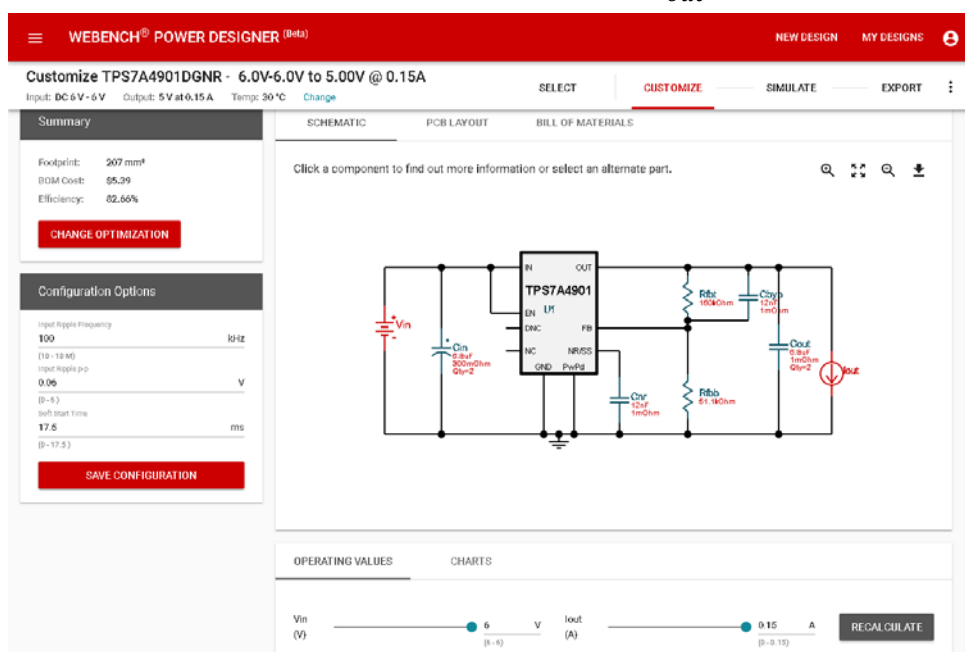

图 2.2.1 WEBENCH 设计方案
1. 打开 TPS7A4901 的 WEBENCH 设计方案，该方案中 $V_{out} = 5V$ 。如图 2.2.1 所示。